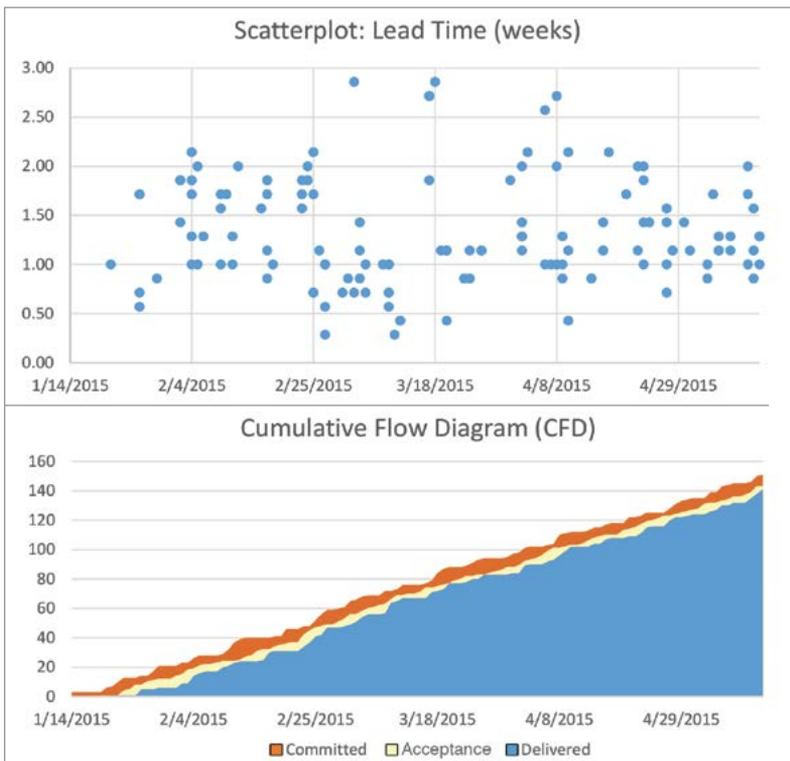

Figure 12 Complementary charts of the same flow data
La figure 12 présente des graphiques complémentaires à partir de ces mêmes données de flux. Le graphique en haut représente un nuage de points des durées de traitement des éléments de travail avec leurs dates de livraisons en abscisse. Le graphique en bas représente un flux cumulatif montrant le nombre cumulatif d'éléments de travail engagés, acceptés, et livrés par date.
- Les graphiques de **nuages de points** des durées de traitement (figure 12)